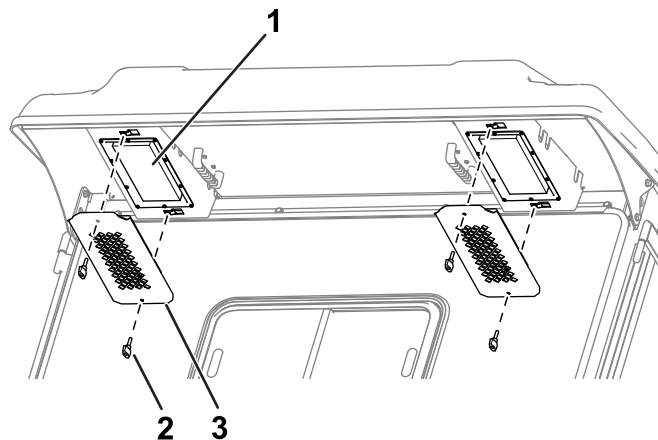

図 118
1. 後方のオーバーハング部からノブと格子を取り外す 図 118。
4. フィルタをキャブに取り付け、格子とノブで固定する 図 118。